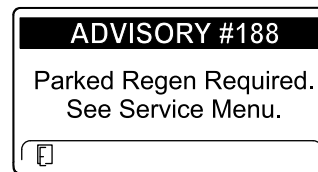

Figure 46
- Régénération en stationnement requise AVIS N° 188 (Figure 46)